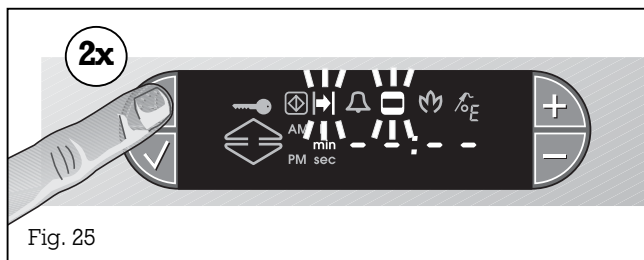

Fig. 25
- Premete due volte il tasto (Orologio). Sul display lampeggiano i simboli -I (Fine) e (Tempo di cottura) (Fig. 25).